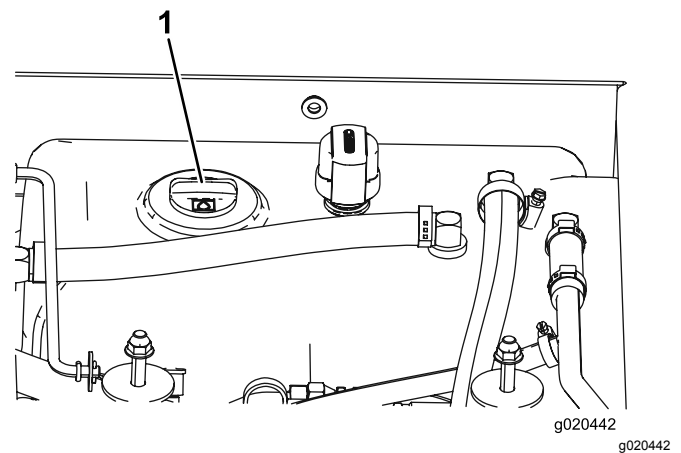

Figure 14
3. Nettoyez la surface autour du goulot et du bouchon de remplissage du réservoir hydraulique (Figure 14). Enlevez le bouchon du goulot de remplissage